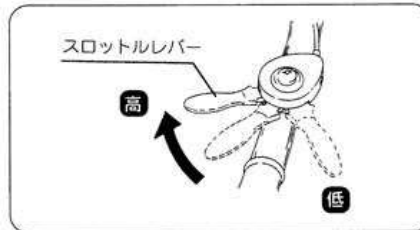

図13
- ④ スロットルレバーを【高(H)】の方に少し開く。(図13)